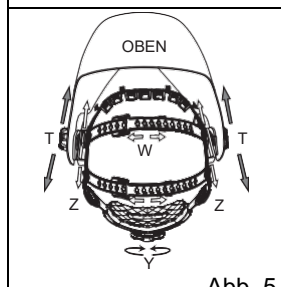

Abb. 5
Der Gesamtumfang des Kopfbands kann durch Drehen des Knopfs hinten am Kopfband vergrößert oder verkleinert werden (siehe Einstellung „Y“ in Abb. 5). Die Einstellung der richtigen Spannung kann bei aufgesetztem Helm erfolgen, damit der Helm fest, aber nicht zu eng auf dem Kopf sitzt.
- Wenn das Kopfband zu hoch oder zu niedrig auf dem Kopf sitzt, kann die Höhe mit dem Bügel, der über dem Kopf verläuft, angepasst werden. Drücken Sie dazu den Haltestift aus der Öffnung im Band, um das Ende des Bands zu lösen. Schieben Sie die beiden Teile des Bands auseinander oder zusammen, und drücken Sie den Haltestift durch die nächstgelegene Öffnung (siehe Einstellung „W“ in Abb. 5).
Schritt 1: Lösen Sie die Arretiermutter (siehe Einstellung „T“ in Abb. 5), um den Abstand zwischen Helm und Gesicht in Fallposition einzustellen.
Schritt 2: Schieben Sie die gelösten Arretiermuttern auf beiden Seiten des Helms näher an das Gesicht oder weiter vom Gesicht weg (siehe Einstellung „Z“ in Abb. 5). Ihre Augen müssen unbedingt den gleichen Abstand zur Filterlinse aufweisen. Andernfalls kann der Verdunkelungseffekt ungleichmäßig sein.